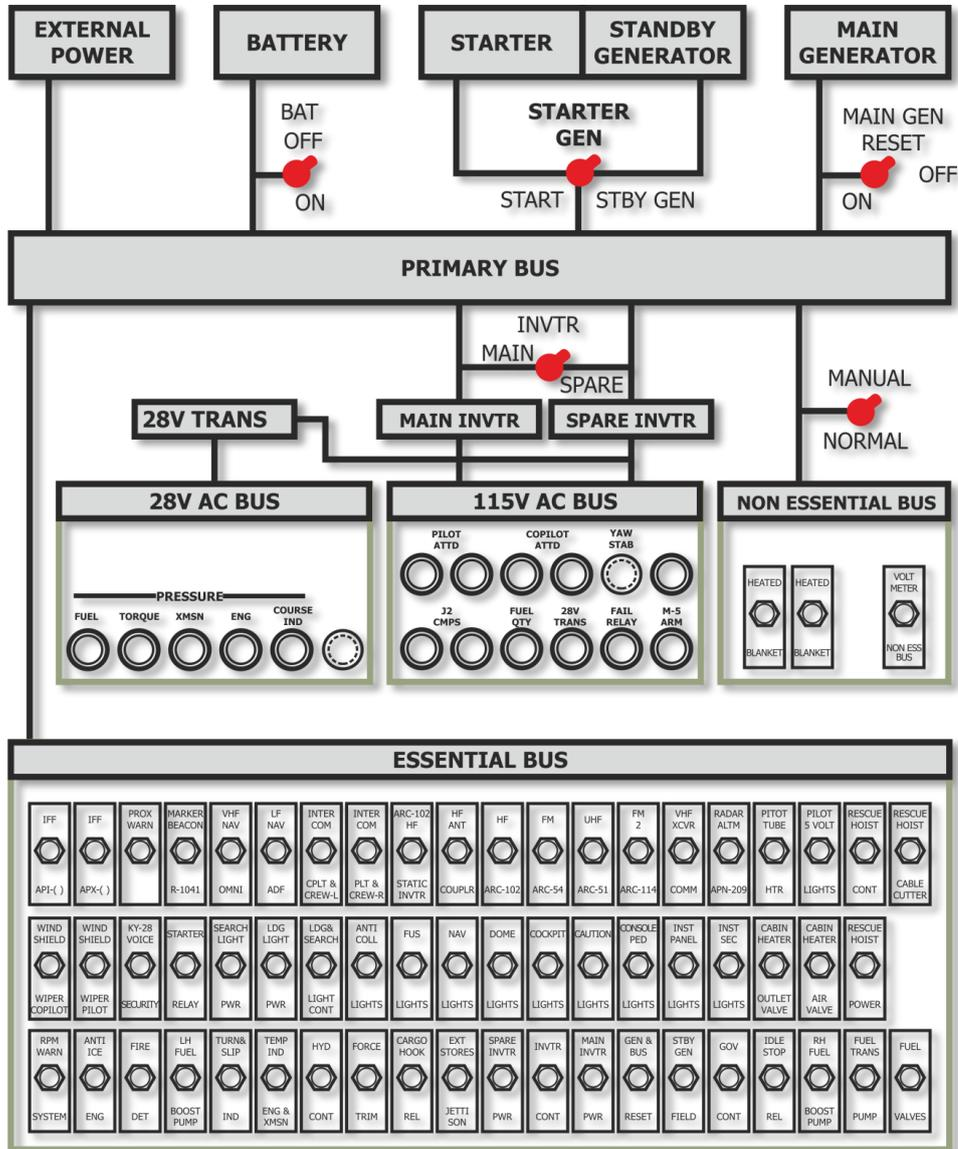
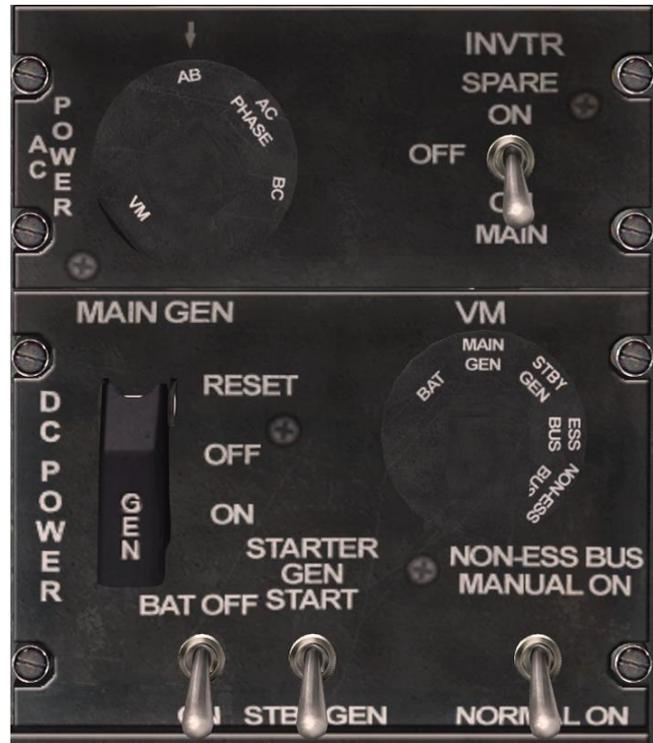

Abb. 6.2. Schematische Darstellung des elektrischen Systems
Abb. 6.5. Overhead Konsole AC und DC POWER Felder.
A. Hauptgeneratorschalter. Der MAIN GEN Schalter (Abb. 6.5) befindet sich im DC POWER Feld auf der Overhead Konsole. In der Stellung ON liefert der Hauptgenerator elektrische Energie an das Leitungsnetz. Die Stellung RESET ist federbelastet, so dass der Schalter selbsttätig in die OFF Position wechselt. Vorübergehendes Halten des Schalters in der RESET Position setzt den Hauptgenerator zurück. Die OFF Position trennt den Generator vom System. Der Schaltkreis ist über GEN & BUS RESET im DC Sicherungsfeld gesichert. Abb. 6.5. Overhead Konsole AC und DC POWER Felder.
Wechselstrom wird von zwei Wechselrichtern bereitgestellt (Abb. 6.2). Sie erhalten elektrische Energie vom Essential Bus und werden über das AC POWER Kontrollfeld gesteuert (Abb. 6-5). Abb. 6.2. Schematische Darstellung des elektrischen Systems Abb. 6.5. Overhead Konsole AC und DC POWER Felder.